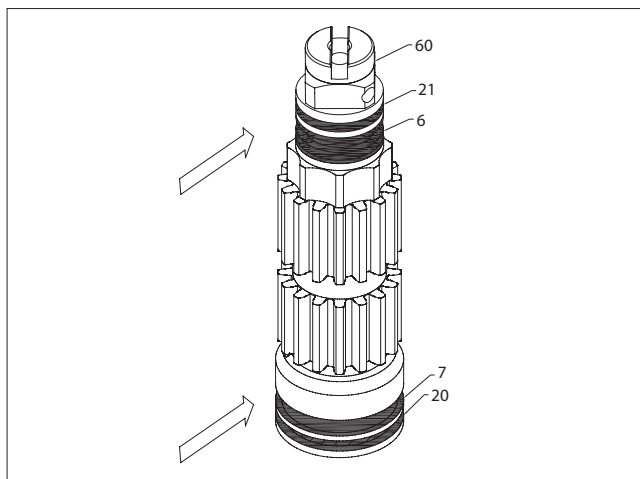
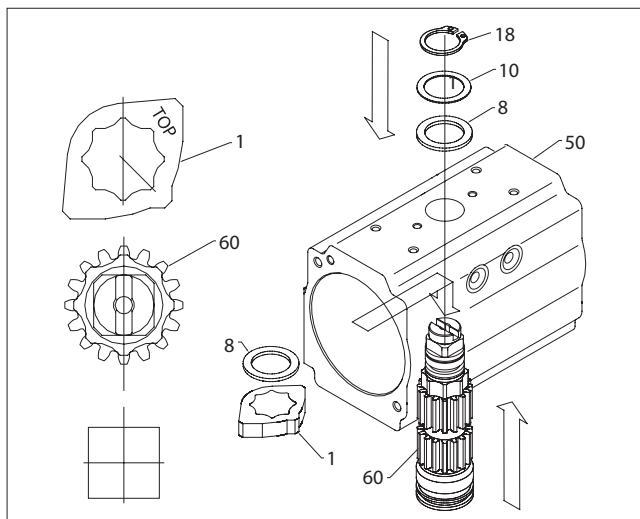
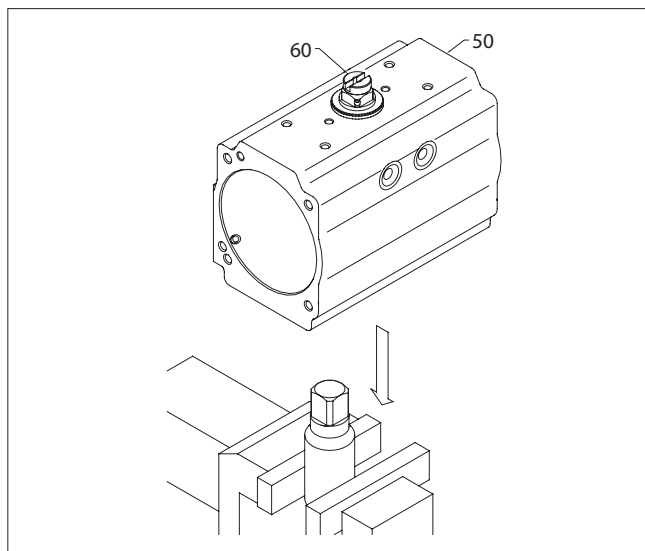

Abb. 8.
Abb. 9.
Abb. 10.
1. Zusammenbau des Antriebsschafts (60), (Abb. 8 und 9):
- A. Installieren Sie die oberen und unteren Schaftlager (6, 7) und die oberen und unteren O-Ringe (21, 22) auf den Schaft (60).
- C. Stecken Sie den Schaft (60) teilweise in das Gehäuse (50). Installieren Sie die Anschlagnocke (1) auf dem Schaft in der in (Abb. 9) gezeigten Richtung. Die Kanten der Anschlagnocke (1) sollten mit den Kanten des Vierkants unten auf dem Schaft (60) ausgerichtet sein. Stecken Sie die innere Druckscheibe (8) über die Anschlagnocke (1). Stecken Sie den Schaft ganz in das Gehäuse (50).
- D. Installieren Sie das externe Drucklager (8), die Druckscheibe (10) und den Federclip (18).
2. Zusammenbau des Kolbens (40), (Abb. 10 bis 13):
- A. Installieren Sie die O-Ringdichtung (16) am Kolben und den Kolbenkopf (15) und die Lager an der Kolbenrückseite (5).
- B. Tragen Sie auf die Innenbohrung des Gehäuses (50) ein in (Tabelle 2) für den Bereich der O-Ringe empfohlenes Silikonfett auf. Tragen Sie auf die Zahnstange (40) des Kolbens ein in (Tabelle 2) empfohlenes Allzweckfett auf.
- C. Spannen Sie das Gehäuse (50) am Oberteil des Schafts waagrecht in einen Schraubstock oder stecken Sie den unteren Teil der Schaftverbindung in einen, in einen Schraubstock gespannten Einsteckantrieb (siehe Abb. 10).
WENN DIE SERIENNUMMER DES ANTRIEBS 10136023 ODER NIEDRIGER IST, MUSS DER ANTRIEB DEMONTIERT UND DIE ANSCHLAGNOCKE (1) GEDREHT WERDEN; SIEHE ABBILDUNG 9 VOR DER INSTALLATION DER SICHERHEITSABSPERRVORRICHTUNG.